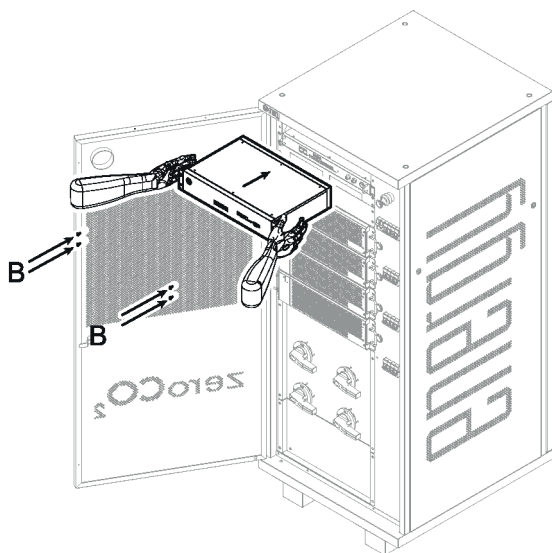

Fig. 7.8 - Sostituzione del modulo EMS
- Fissare con le 4x viti M5 (B, Fig. 7.8).